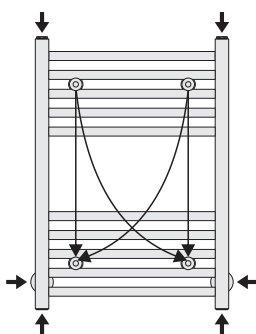

Рис. 6
4.2. По типу подключения изделия являются универсальными и могут быть подключены к системе ГВС или отопления следующими вариантами: нижнее подключение, диагональное подключение и вертикальное подключение (рис. 6).